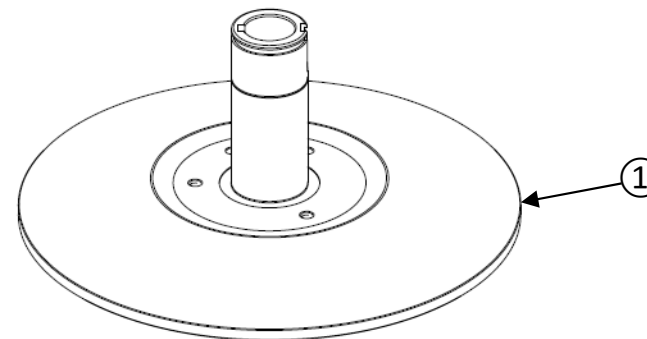

Figure 23
L'arbre ne peut pas être démonté du flasque fixe ① (figure 23).